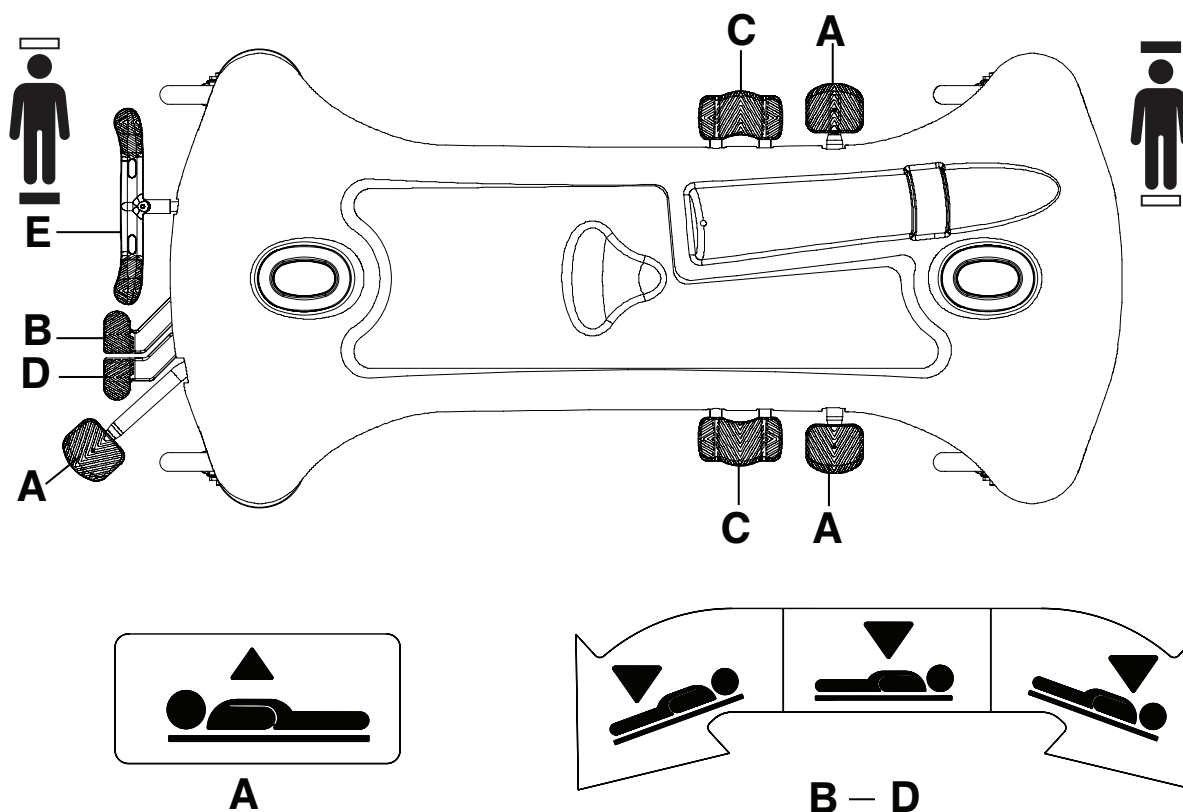

Figure 2 – Élévation ou abaissement du plan de couchage
Pour élever le plan de couchage, appuyer sur la pédale de la pompe (A) jusqu'à obtention de la hauteur voulue (Figure 2).
Pour abaisser le côté tête du produit, appuyer sur la pédale de déblocage du côté pieds (D) ou appuyer sur le côté de la pédale d'abaissement multifonction (C) le plus près du côté tête jusqu'à ce que le plan de couchage soit à plat (Figure 2).
Pour abaisser le côté pieds du produit, appuyer sur la pédale de déblocage du côté pieds (B) ou appuyer sur le côté de la pédale d'abaissement multifonction (C) le plus près du côté pieds (Figure 2).